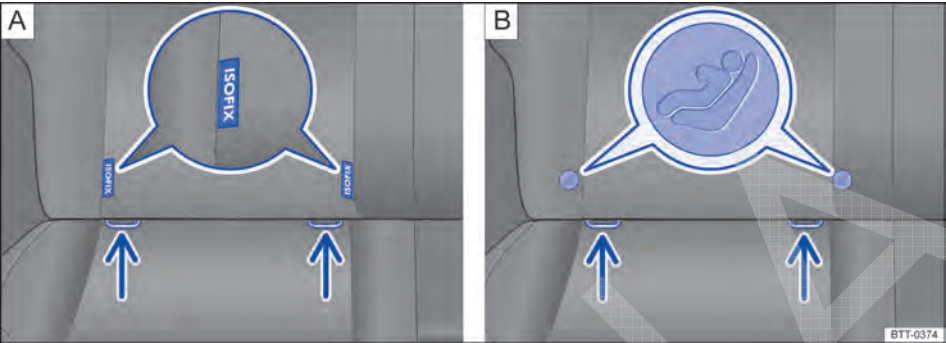

Fig. 78 No banco do veículo: variantes de identificação dos pontos de ancoragem inferiores para cadeiras de criança.
Podem ser usadas guias na instalação de uma cadeira de criança com fixação rígida. Guias montadas facilitam a instalação protegendo o revestimento dos bancos. As guias podem ser parte integrante da abrangência de fornecimento da cadeira de criança ou podem ser obtidas nas Concessionárias Volkswagen. As guias são travadas, caso necessário, nos dois pontos de ancoragem do veículo ⇒ Fig. 78.
- Na instalação ou desinstalação, observar a instrução do fabricante da cadeira de criança ⇒ Fig. 78.
- Encaixar a cadeira de criança nos olhais de retenção ⇒ Fig. 78 (setas) no sentido da seta. A cadeira de criança deve engatar de forma segura e audível.
- Colocar a cadeira de criança sobre a superfície do banco e enganchar os ganchos dos cintos de fixação nos olhais de retenção ⇒ Fig. 78.